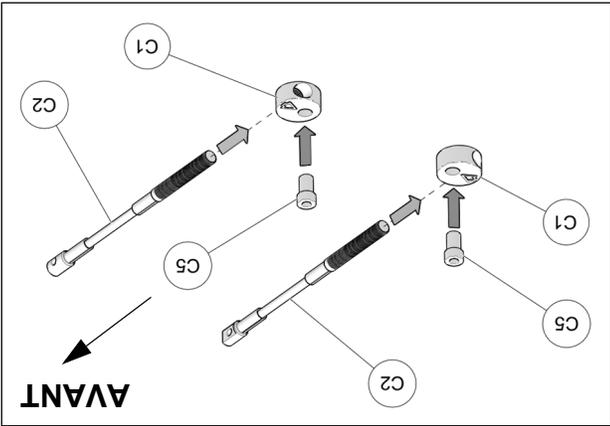

Fig. 27
14. Assembler les câbles des limiteurs de conduite (C2), les disques en aluminium (C1) et les bagues espacateurs (C5) tel que montré à la Fig. 27